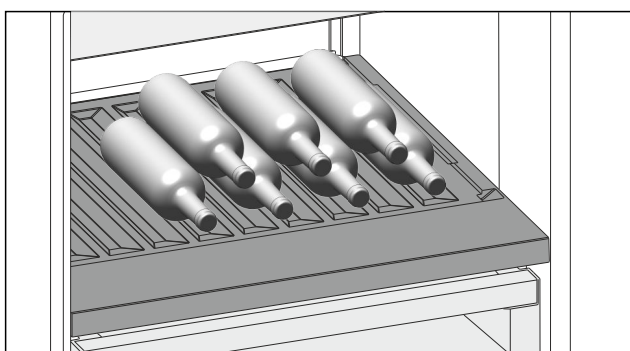

Fig. 215 Ilustrační zobrazení
- ▶ Láhve ukládejte dnem dozadu k zadní stěně. (viz Fig. 215)